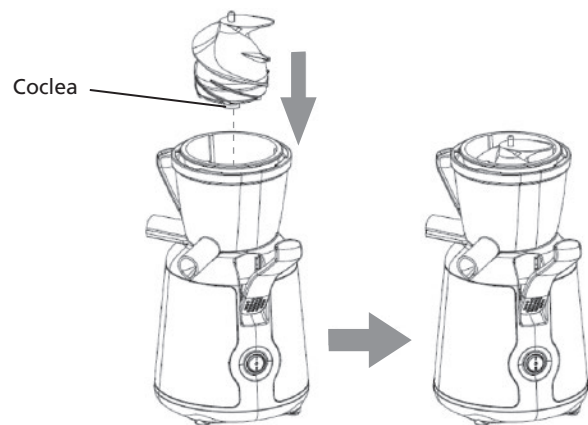

Figura 3
3. Inserire l'alberino della coclea nell'alberino della base motore, sopra la guarnizione, vedi figura 3.